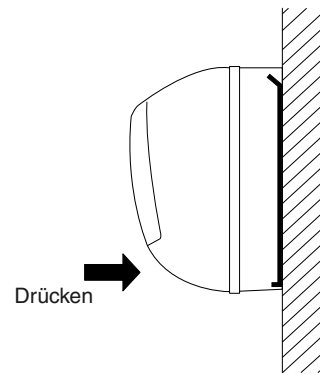

Abb. 3-103
- (1) Zur Installation der Inneneinheit diese auf die 2 Ansätze am oberen Teil der Rückwand setzen.
- (2) Auf den Luftauslass drücken und den unteren Teil der Inneneinheit andrücken, bis diese mit einem Klickton fest auf den Montageansätzen an der Unterseite der Rückwand einrastet. (Abb. 3-103)